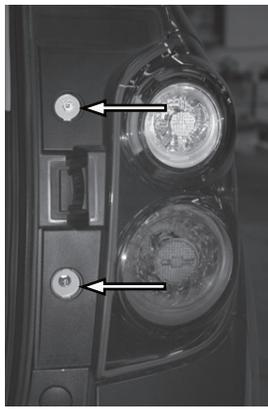

Fig.1
2. Open rear hatch and remove the two plastic covers to access the screws on the taillight assemblies on both sides. Using either a 10mm socket or phillips screwdriver remove the two screws on each taillight shown in **Figure 1**.
2. Hayon ouvrir et enlever les couvercles en plastique de deux à accéder aux vis des ensembles de feux arrière sur les deux côtés. L'utilisation d'un douille de 10 mm ou tournevis cruciforme en lever les deux vis de chaque feu arrière le montre la figure 1.